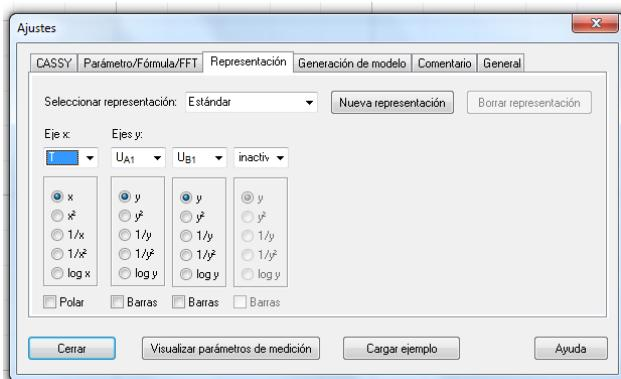

Figure 9. "Representación" of CASSY.
- **Third**, In the option "Representación" (figure 9). First, clic in "nueva representación" and chose "estándard". Then write: Eje x: select T; Eje y: select UB1; Select x and y.